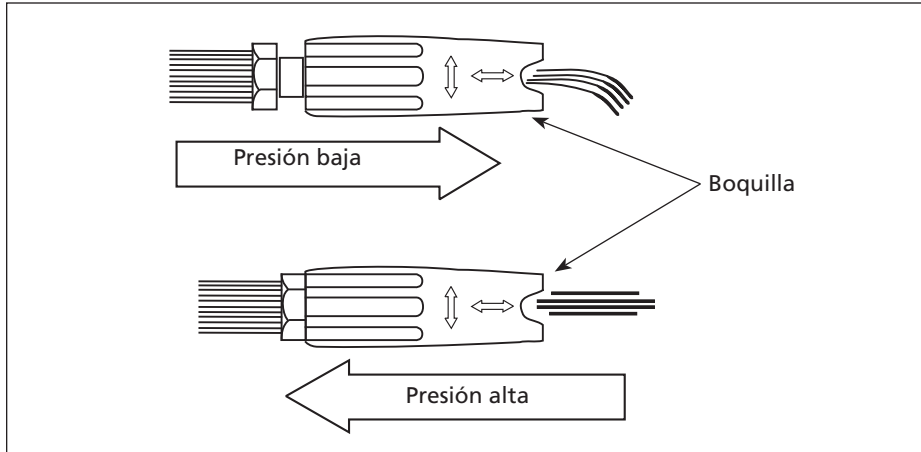

Figura 15 - Ajuste de la boquilla para regular la presión
3. Coloque la mano alrededor de la sección final de rociado de la lanza (la sección que gira de izquierda a derecha). Tire firme y rápidamente hacia afuera. (NOTA: No ajuste la lanza mientras está rociando.) La lanza se extenderá 1/2" y quedará en presión baja (vea la Figura 15). El jabón sólo se puede succionar a baja presión.
- Coloque la mano alrededor de la sección final de rociado de la lanza (la sección que gira de izquierda a derecha). Tire firme y rápidamente hacia afuera. (NOTA: No ajuste la lanza mientras está rociando.) La lanza se extenderá 1/2" y quedará en presión baja (vea la Figura 15). El jabón sólo se puede succionar a baja presión.